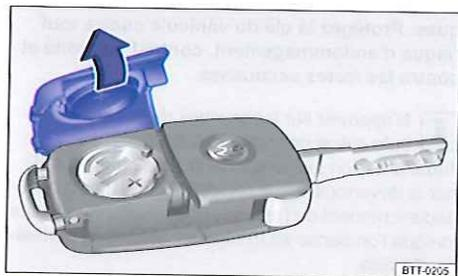

Fig. 24 Clé du véhicule : ouverture du couvercle du logement de la pile.
- Retirez le cache situé au dos de la clé du véhicule → fig. 24 en procédant dans le sens de la flèche → .
- Mettez en place le cache comme indiqué ⇒ fig. 24 et enfoncez-le sur le boîtier de la clé du véhicule dans le sens inverse de la flèche, jusqu'à ce qu'il s'encliquette.